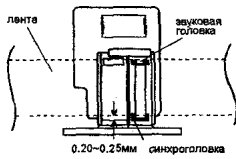

Рис. 7
3. В режимі відтворення вимірювальної стрічки, використовуючи зуболікарське дзеркало для контролю за поверхнею звуковий головки і обертаючи гайку регулювання висоти блоку нерухомих головок, встановіть зазор між нижньою крайкою стрічки і нижньою гранню синхроголовки приблизно рівним 0,25 мм, як показано на рис. 7.